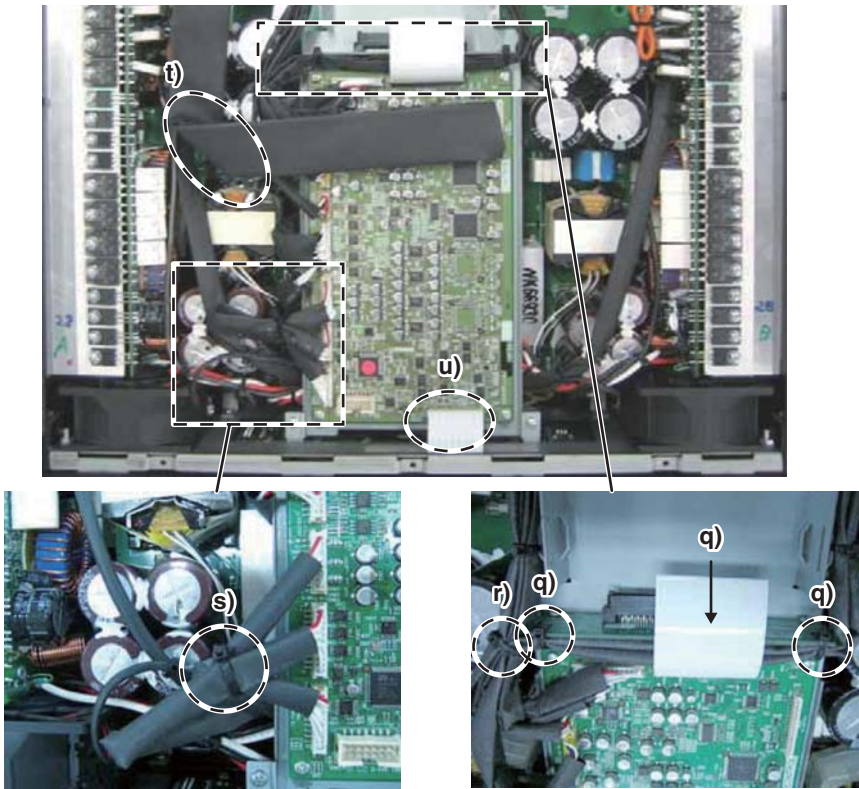

Fig. 30 (図 30)
- q) Fasten the wires (WK17090 and WK17110) with a cord holder at the hole of the OPT-AN board. Then connect the flat cable (WK02120). (Fig. 30)
- r) Fasten the wires (WK02080, WK17090, WK17100, WK17110 and WK02070) with a cord holder at the close area to the OPT-AN circuit board. (Fig. 30)
- s) Fasten the wires (WK68740, WK68760 and WK68770) with a cord holder. (Fig. 30)
- t) Bend the flat cable as shown in the figure. (Fig. 30)
- q) 線材 (WK17090、WK17110) をインシュロックタイで OPT-AN シートの穴へ固定します。その後、フラットケーブル (WK02120) を接続します。(図 30)
- r) OPT-AN シートの横で線材 (WK02080、WK17090、WK17100、WK17110、WK02070) をインシュロックタイで固定します。(図 30)
- s) 線材 (WK68740、WK68760、WK68770) を図のようにインシュロックタイで固定します。(図 30)
- t) フラットケーブルを図のように折り曲げます。(図 30)